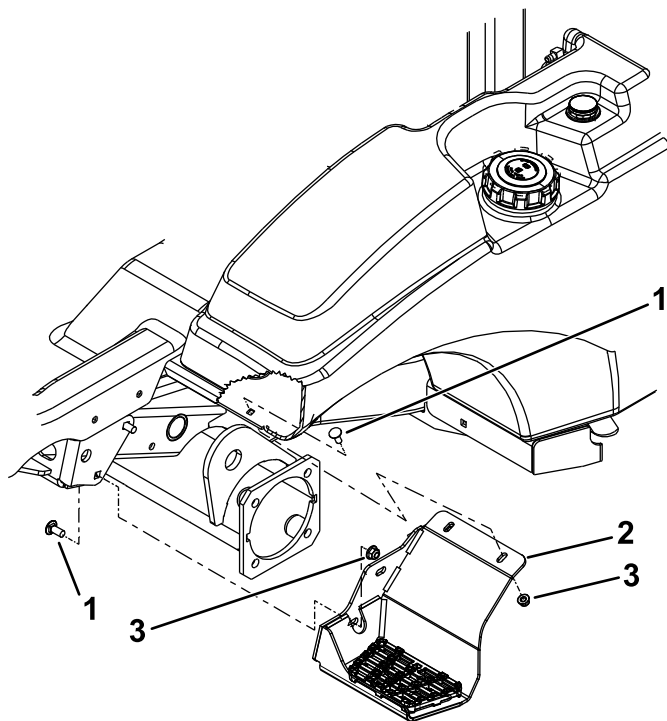

Figure 17
1. Retirez le marchepied existant sur le côté de la machine (Figure 17).